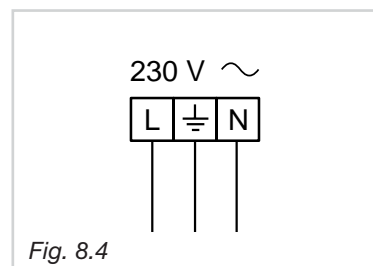

Fig. 8.4
- ✓ O cabo eléctrico deve ser ligado à bateria de terminais segundo o esquema ilustrado na fig. 8.4.